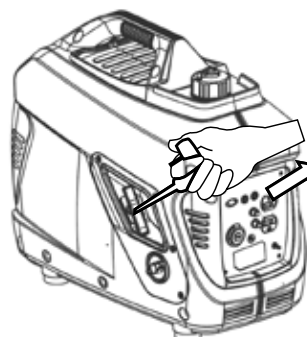

Figura 8: Tire de la palanca de retroceso para alejarla del inversor
5. Sujete firmemente y tire de la palanca de retroceso lentamente hasta que sienta una mayor resistencia. En este punto, aplique un tirón rápido mientras se retira del inversor (consulte la Figura 8).